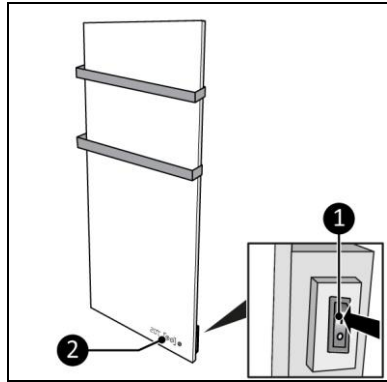

Figure 12
1. Mettez le commutateur ON/OFF sur la position ON (Figure 12, pos. 1).
2. Le panneau de commande et l'écran (Figure 12, pos. 2) s'allument.